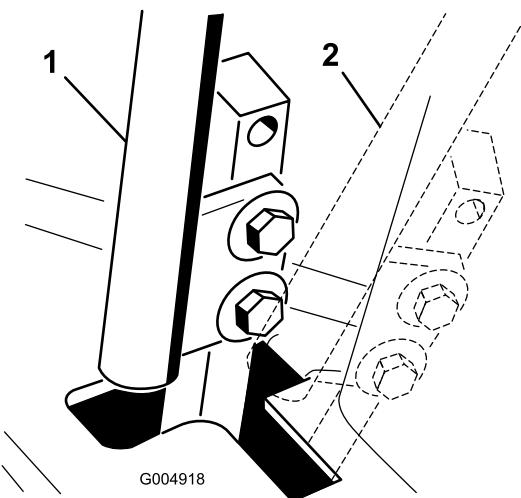

Figura 62
4. Mettete una leva in folle **senza bloccarla** (Figura 62).
6. Controllate dove la leva di comando corrisponde alla tacca nella consolle (Figura 62). Dev'essere al centro, e consentire lo spostamento della leva verso l'esterno, in posizione di bloccaggio in folle.